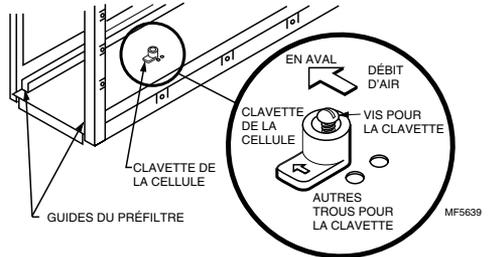

Fig. 7. La position de la clavette de la cellule détermine l'orientation de la cellule. La flèche de la clavette doit pointer vers l'aval.
- Fixer solidement le boîtier à l'appareil de chauffage soit directement (voir illustration), soit à l'aide d'un collier de démarrage dans l'appareil de chauffage. Percer des trous et fixer l'appareil à l'aide de rivets ou de vis pour tôle ou utiliser des joints coulissants. Percer les trous à l'aide d'une pince-étau pour maintenir l'appareil en place pendant l'installation. Voir Fig. 7
2. Desserrer la vis qui tient la clavette de la cellule en place. Voir Fig. 7.